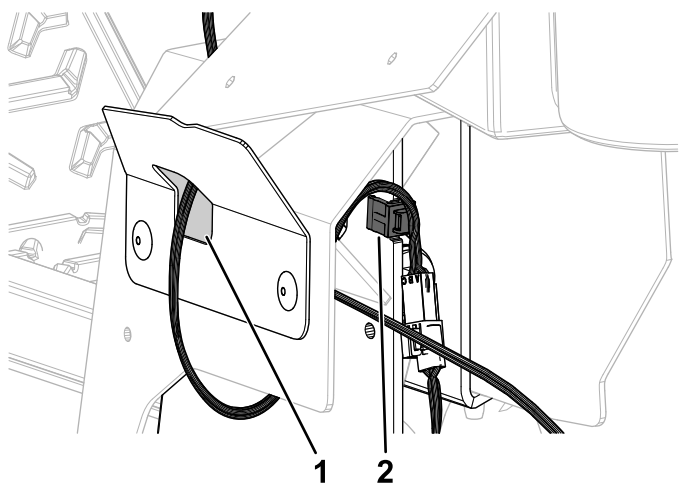

Figura 8
- Encaminhe a cablagem da alavanca de controlo de movimento através do furo na placa da cobertura esquerda (Figura 8).
- Prenda a cablagem no entalhe na placa de controlo de movimento esquerdo (Figura 8).